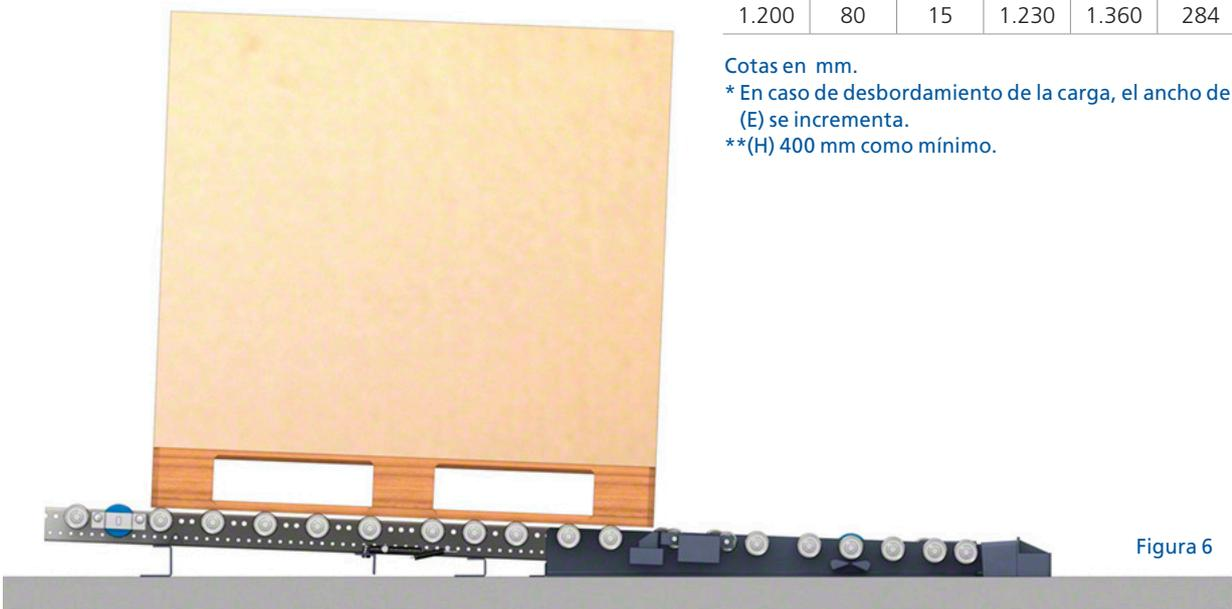

Figura 6
La figura 6 inferior representa la colocación de los perfiles directamente en el suelo para reducir la altura (F).